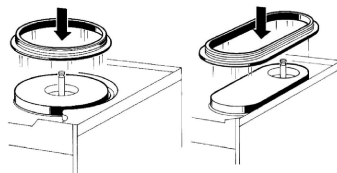

Figure 7
- Placez le joint sur l'évaporateur de manière à ce que le bord le plus large soit en contact avec le plan du collecteur de gouttes. (Fig.7)